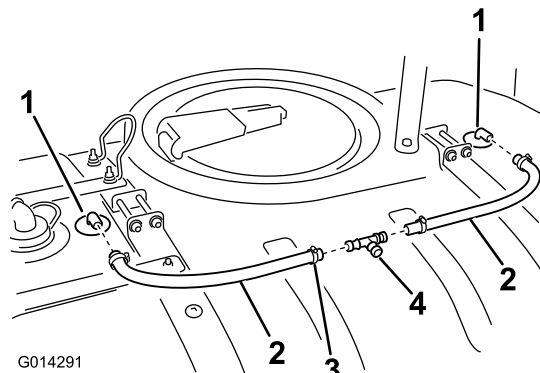

Figura 24
1. Passe uma braçadeira de tubos em uma extremidade de cada 2 tubos (24 pol.), conforme indicado na Figura 24.
2. Instale as duas extremidades em linha da união em T nas extremidades abertas dos tubos dos bicos de lavagem instalados previamente, como se mostra na Figura 24.